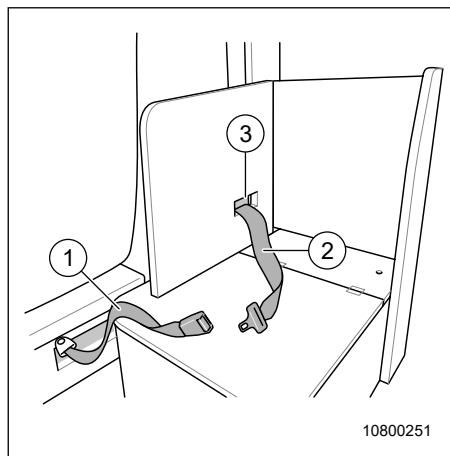
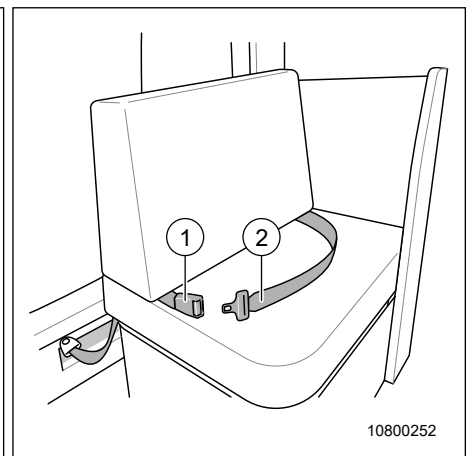

Fig. 22 Transformation du 5e siège : ceintures
Fig. 23 Transformation du 5e siège : coussin additionnel
6. Tirer la ceinture de sécurité avec le verrou plat (Fig. 22 et Fig. 23, pos. 2) par l'ouverture (Fig. 22, pos. 3) dans le dossier d'arrière en avant.
7. Tirer la ceinture de sécurité avec la boucle de fermeture (Fig. 22 et Fig. 23, pos. 1) depuis sous le siège du passager.
8. Positionner le coussin d'appoint comme représenté (Fig. 23) sur la banquette.